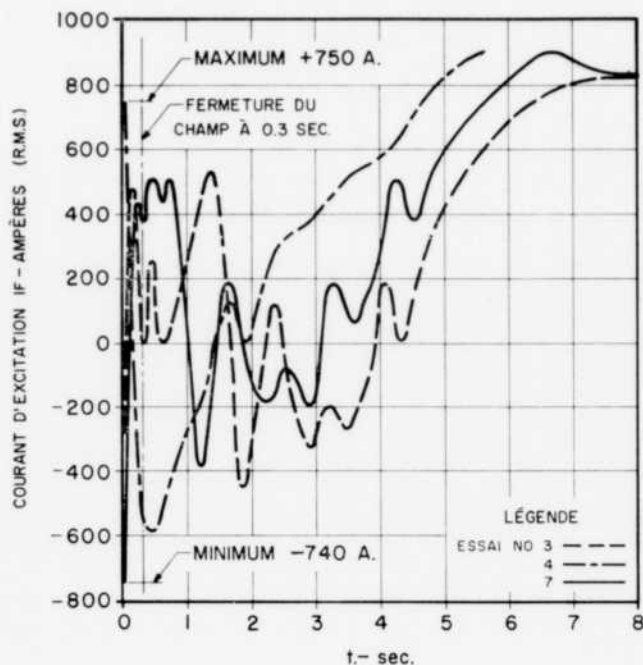

FIGURE 6
- courant rotorique induit et courant d'excitation après fermeture du champ (fig. 6)
L'enclenchement du disjoncteur principal provoque à son tour l'émission d'un signal d'enclenchement au disjoncteur de champ. À cause des délais mécaniques, l'enclenchement du disjoncteur de champ survient 0.3 seconde après celui du disjoncteur principal. Il s'ensuit que, durant ce court intervalle, le champ, qui est court-circuité sur une résistance de décharge de 1.68 ohm, a dû porter des courants induits de l'ordre de 750 ampères (voir fig. 6). Fait à noter, la résistance de décharge, qui a pour effet de diminuer considérablement la constante de temps du circuit inducteur, augmente la valeur du couple asynchrone. Dans la figure 2, on voit par exemple que la valeur du couple tombe brusquement à la fermeture du champ qui entraîne la mise hors circuit de la résistance de décharge.
Une ouverture de vannes plus grande combinée avec une constante de temps plus courte de l'excitation (fig. 6 et 8) auraient sans doute pour effet d'élargir la bande admissible de glissement; seule une expérimentation poussée permettrait d'arriver à une conclusion définitive à ce sujet.